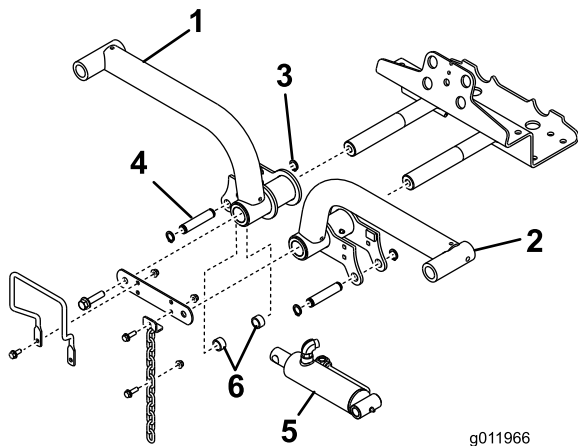

Figura 15
- Introduzca los brazos de elevación en los ejes pivotantes de los brazos de elevación (Figura 15), y sujete cada uno con una pletina de unión y los pernos que retiró anteriormente.
6. Sujete el extremo derecho del cilindro de elevación al brazo de elevación derecho con un pasador y 2 espaciadores ((Figura 15)). Sujételo con un anillo de retención.